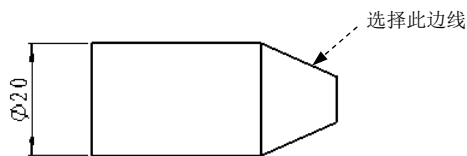
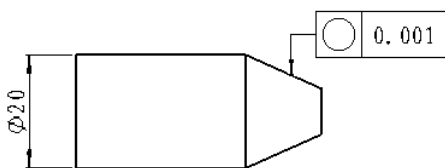

图 6.6.7 选取放置边线
图 6.6.8 “圆度”形位公差
Step5. 放置形位公差符号。选取图 6.6.7 所示的边线，再选择合适的位置单击，以放置形位公差，如图 6.6.8 所示。